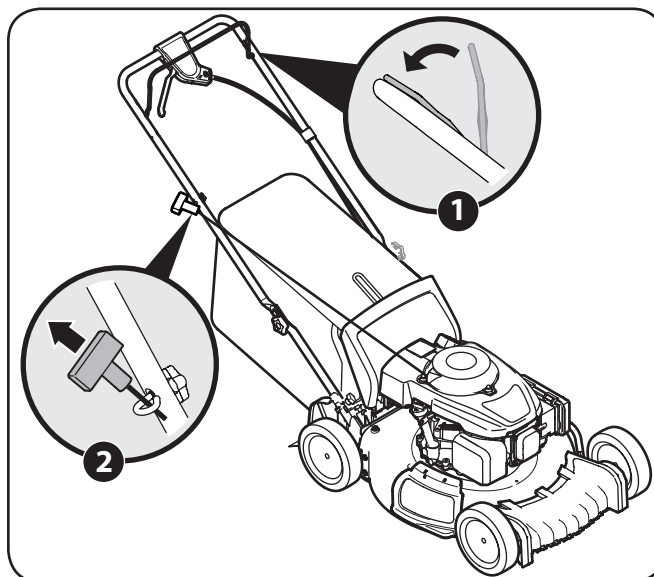

Figura 5-1
1. Colóquese detrás de la podadora, apriete la manija de control de la cuchilla y sosténgala contra la manija superior. Vea la Figura 5-1.